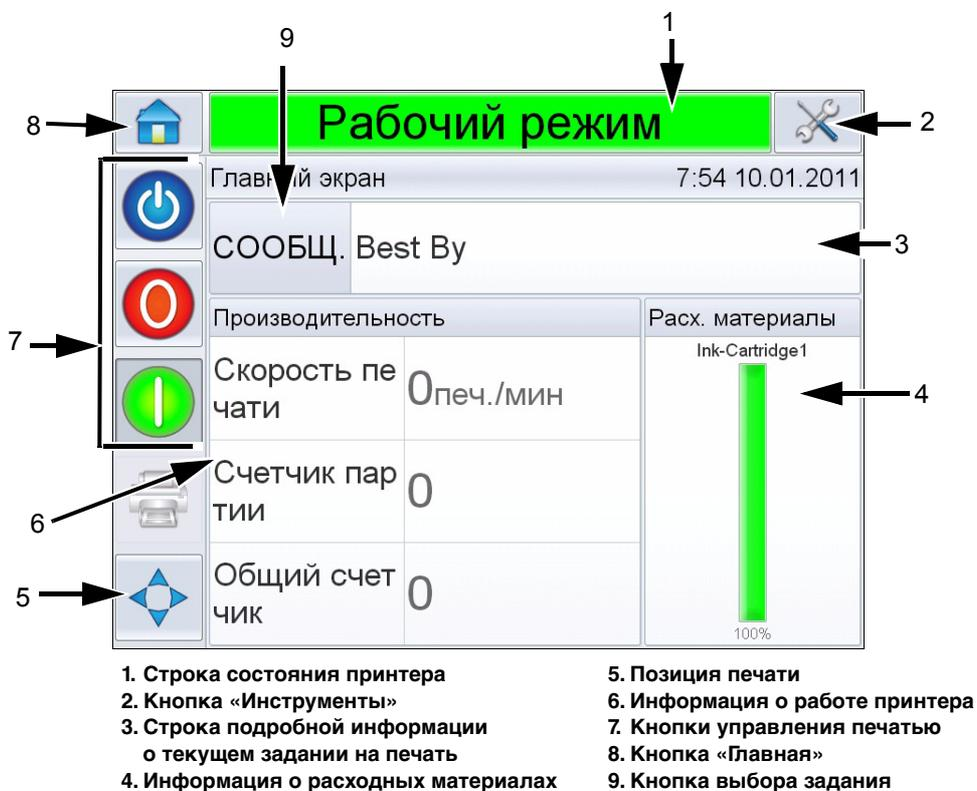

Рис. 4-1: Главная страница системы CLARiTY®
Рис. 4-1 на стр. 4-2 изображает главную страницу системы управления CLARiTY®.
- Кнопка Главная: Позволяет пользователю осуществлять доступ к главной странице, как показано на Рис. 4-1.